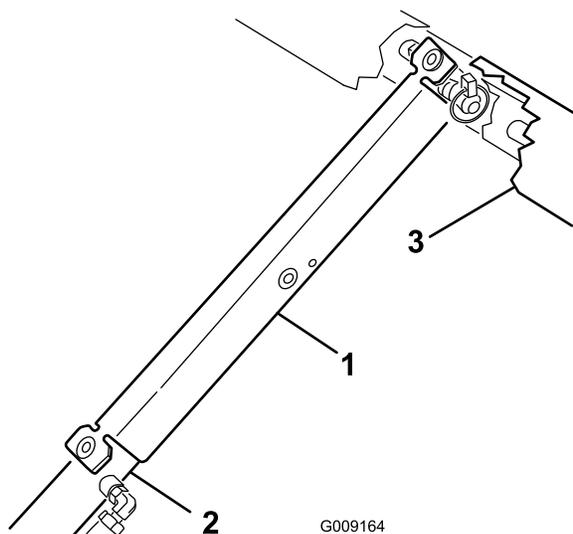

図 13
3. サポートをシリンダロッドにはめ込み、安全サポートの端部でシリンダバレルの端とシリンダロッドの端を確実に支える (図 13)。